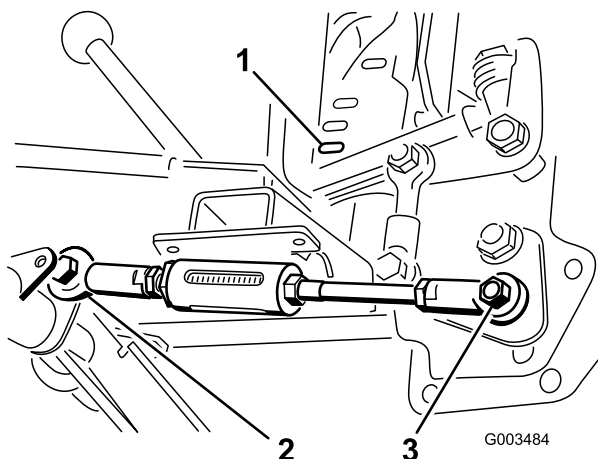

Figura 8
6. Spostate la maniglia di sollevamento fino a quando il foro del giunto a sfera non si trova allineato al foro sul lato destro della leva per l'asta regolabile presente sul tubo orientabile, e fissate l'asta alla leva mediante un bullone (1/2 x 1-1/2 poll.) e un dado di bloccaggio (1/2 poll.) come illustrato in Figura 8.